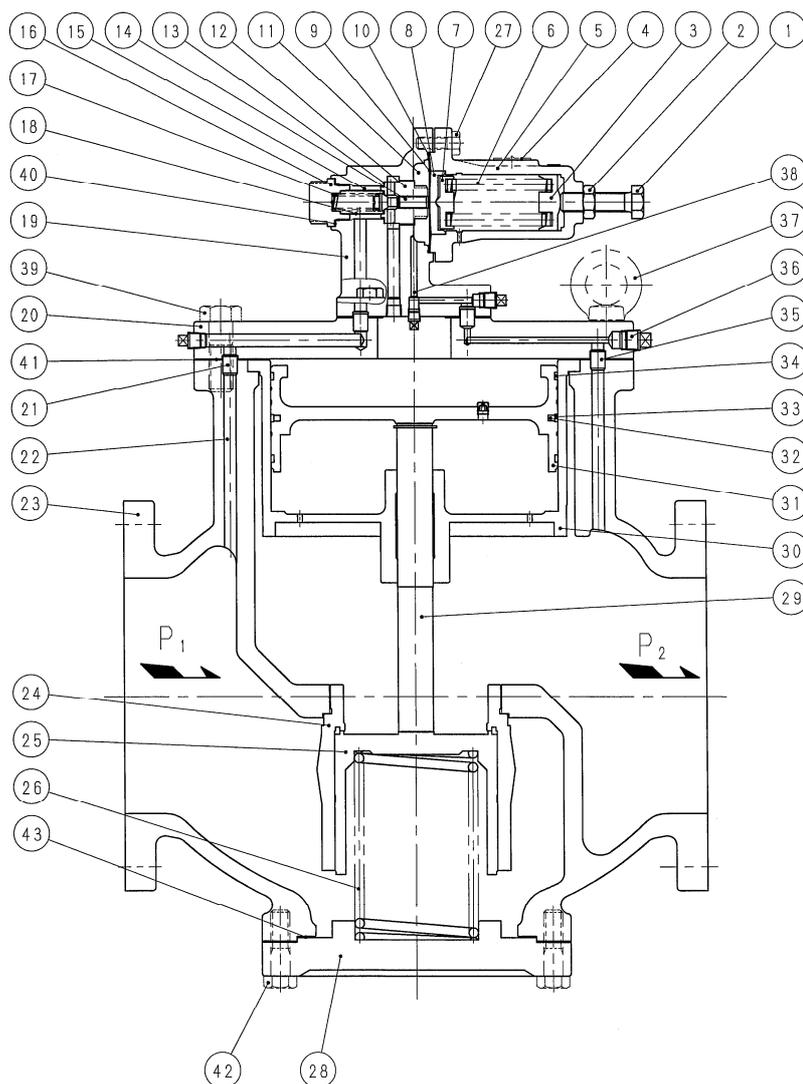

図1 構造図
<ul style="list-style-type: none">● オンオフ弁が閉弁しますと、蒸気ドレンが発生し蒸気配管中に充満します。 この状態でオンオフ弁を開弁しますと、スチームハンマーが発生し、減圧弁の弁箱が破損することがありますので、必ずスチームトラップを設置すること及びオンオフ弁をゆっくり開閉してください。 特に、配管径が 100 以上の大口径では、万ースチームハンマーが発生した場合、その衝撃で鋳鉄など脆性材料の弁箱は割れる可能性があり、プラントの停止や人身事故の危険性が考えられます。 トラップ設置や開閉速度に併せて、大口径の弁箱回りの材料は強度が強く破損しにくい鋳鋼製をお勧めします。● 分解に際して、まず配管中の蒸気を完全に抜去ることが必要です。蒸気を止められない場合は、バイパス運転に切換え、減圧弁前後の止め弁を完全に閉じ、減圧弁内の残存蒸気は図 1 の上部フランジの六角ボルトを僅かに緩めて放出します。 この時、蒸気が吹出す恐れがありますので、火傷やけがにはご注意ください。
- 図 1 の下部ふたを外す際は、六角ボルトを少し緩め減圧弁内の残留ドレンを完全に排出します。残留ドレンは熱いので火傷しないようご注意ください。